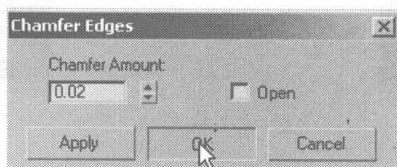

图 4.405
- 52 选择面片物体中间的一条边线, 在 Edit Edges 卷展栏中单击 **Chamfer** 右侧的小按钮, 在弹出的对话框中设置倒角参数, 如图 4.405 所示。